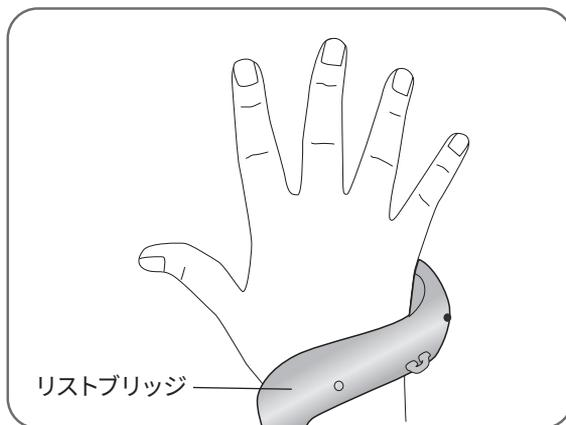

図 8-8：リストブリッジの位置決め
2. 装具のリストブリッジが手首の甲に無理なく納まるように装着してください。図 8-8 を参照してください。